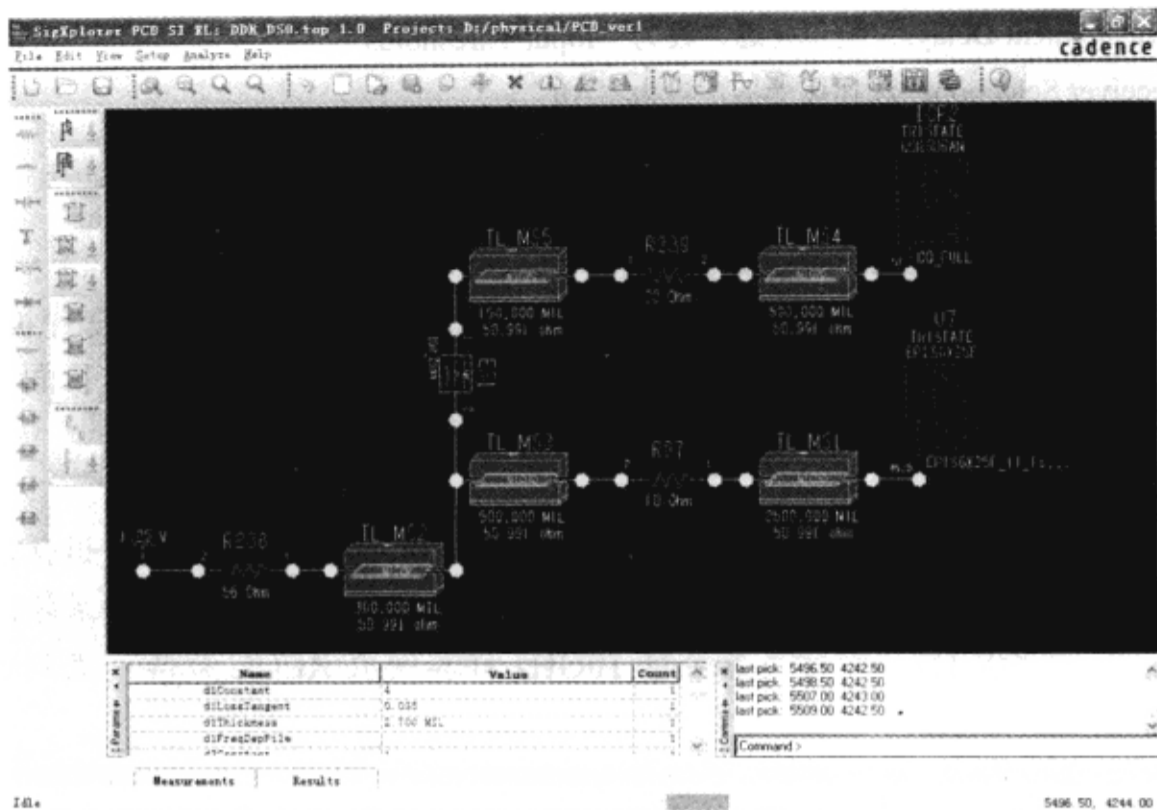

图 3-8-41 替换模型
(9) 执行菜单命令“Edit”→“Delete”和“Edit”→“Move”，将新添加的模型代替原来拓扑中的理想传输线模型并连线，如图 3-8-41 所示。